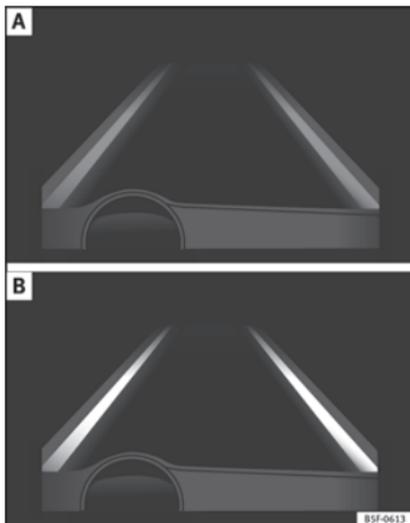

Abb. 212 Im Display des Kombiinstrumenten: Anzeige im Display des Spurhalteassistenten (Beispiel 1).
- System aktiv, aber nicht verfügbar, da die Mindestgeschwindigkeit nicht erreicht ist oder das System die Begrenzungslinien der Fahrspur nicht erkennt » Abb. 212 A.
genblick wird die Fahrtrichtung nicht korrigiert » Abb. 212 B.